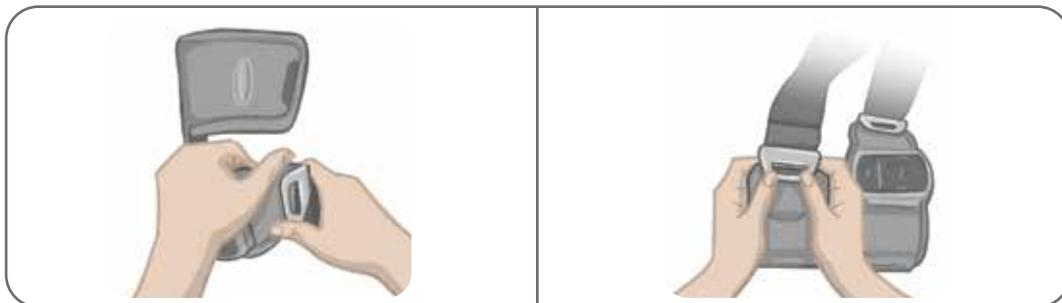

Figura 8-14: Fixar de volta as correias da coxa
2. Empurre a fivela da correia com os polegares em direção à correia (na direção oposta ao manguito da coxa). Veja a Figura 8-14.